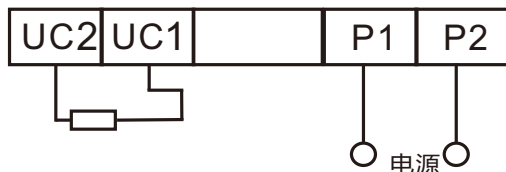

图4 欠电压脱扣器接线图
5.4.2.2 当电源电压下降到欠电压脱扣器额定工作电压的70%~35%范围之内，欠电压脱扣器能可靠地分断断路器；当电源电压低于欠电压脱扣器额定工作电压的35%时，欠电压脱扣器能防止断路器闭合；当电源电压高于欠电压脱扣器额定工作电压的85%时，欠电压脱扣器能保证断路器可靠闭合。见接线图4。